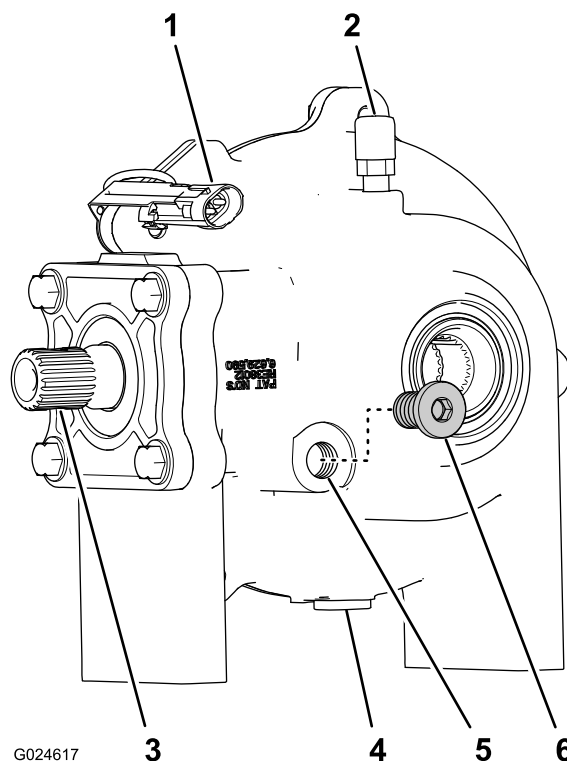

図 25
- 水平な床面にフロント・デファレンシャルを置く 図 25。
- デファレンシャルのケースについているのぞきプラグポートからプラグを外す 図 25。
注 デファレンシャル内部のオイル量が、のぞき穴についているねじの最低部まであればよい 図 25。
- オイル量が不足している場合には、のぞきプラグポートから、ゆっくりとオイルを追加する 図 25。
- オイル量が基準よりも多い場合には、のぞきプラグポートから、過剰分を排出する 図 25。
3. のぞきプラグポートにプラグを取り付ける 図 25。
1. トランスミッションの前側出力シャフト、およびデファレンシャルの入力シャフトそれぞれのスプラインをきれいに拭く 図 25と 図 28。